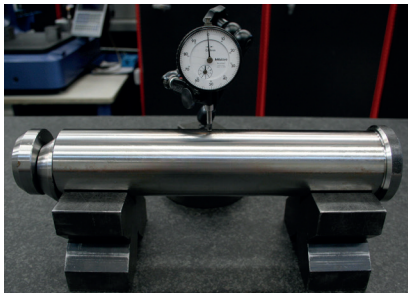

Fig.6
- 5.2** Mindestens alle 12 Monate eine Prüfung der Zylindrizität durchführen, um eventuelle permanente Deformationen (siehe **Fig.6**) auszuschließen: Bei Abweichungen, die größer als 0,3 mm sind, die jeweiligen Tragbolzen austauschen.
- 5.3** Sollten die tragenden Seile / Ketten plötzlich reißen, mit daraus folgender Überbelastung der Tragbolzen, müssen diese auf Ihre Zylindrizität (siehe **Fig.6**) geprüft werden, um evtl. Deformationen auszuschließen. Bei Abweichungen, die größer als 0,3 mm sind, die jeweiligen Tragbolzen austauschen, die Befestigungsschrauben austauschen und prüfen, ob sie korrekt gemäß der Tabelle in dieser Betriebs- und Instandhaltungsanleitung angezogen sind.
- 5.4** Nach unvorhergesehenen Stößen in den Anschlagbereichen während des Hebens/Bewegens/Wendens müssen die Tragbolzen auf Ihre Zylindrizität geprüft werden, um evtl. Deformationen auszuschließen. Bei Abweichungen, die größer als 0,3 mm (siehe **Fig.6**) sind, die jeweiligen Tragbolzen austauschen. Die Tragwangen einer Sichtkontrolle unterziehen, um eventuelle Deformationen auszuschließen bzw. sie bei Bedarf austauschen, die Befestigungsschrauben austauschen und prüfen ob sie korrekt, gemäß der Tabelle in dieser Betriebs- und Instandhaltungsanleitung, angezogen sind.